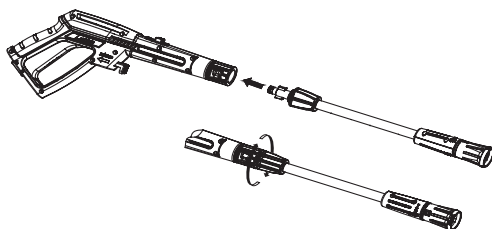

Рис. 12
2. Установите струйную трубку на пистолет. Нажмите и поверните по часовой стрелке до жесткой фиксации, либо закрутите по резьбовому соединению до упора (рис. 12)